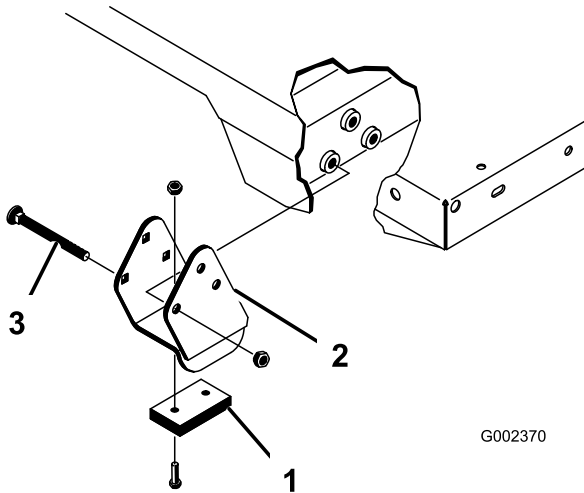

Bild 35
Hinweis: Stellen Sie sicher, dass die Distanzstücke und die Verschleißblöcke (Bild 35) so eingesetzt sind, dass die Köpfe der Schlossschrauben an der Innenseite der Maschine sind.
2. Setzen Sie die Ladepritsche vorsichtig auf den Maschinenrahmen. Fluchten Sie die hinteren Schwenkplattenlöcher der Pritsche mit den Löchern im hinteren Rahmenkanal aus und setzen Sie die zwei Lastösenbolzen und Klapenstecker ein (Bild 35).
4. Setzen Sie den Lastösenbolzen von der Außenseite der Ladepritsche ein. Der Klapenstecker sollte außen sein (Bild 35).